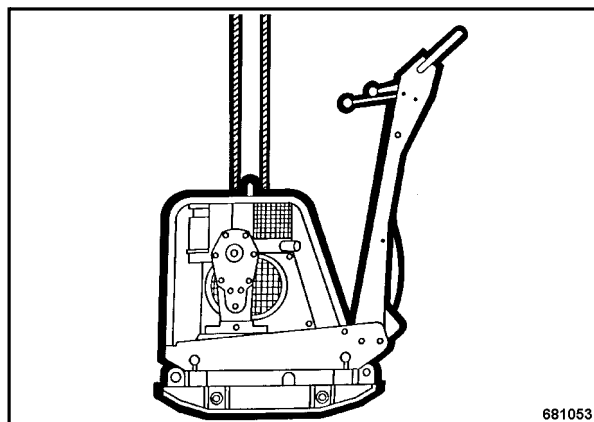

Fig. 2
- Para cargar la placa vibratoria (Fig. 2) el dispositivo de elevación (cuerda) debe colgarse en la montura de protección del motor.